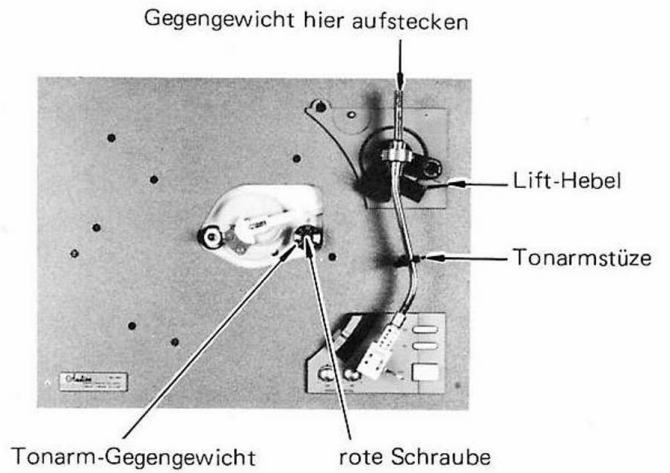

Abb. 2
1. Lösen Sie die rote Schraube, die das Tonarm-Gegengewicht während des Transportes mit dem Motor-Chassis verbindet. (Abb. 2)